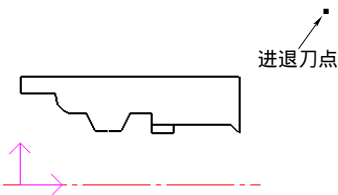

图 4-167 选择进退刀点
7) 确定进退刀点。指定一点作为刀具加工前和加工后所在的位置，如图 4-167 所示。要保证选取的点在进退刀时不会与工件发生干涉。